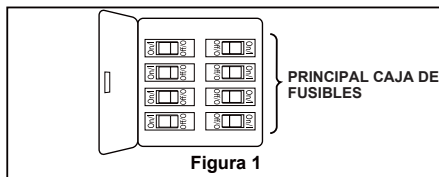

Figura 1
Uso de perfil bajo (Figura 1)
1. Extraiga la pieza de la bola colgante de la unidad de la bola colgante / varilla aflojando el tornillo de presión de la bola colgante hasta que la bola se libere de la varilla. Retire el pasador del barral y luego extraiga la semiesfera. Conserve el pasador y la semiesfera para su instalación en el Paso 6 (Figura 1).
Para evitar una posible descarga eléctrica, asegúrese de cortar la alimentación eléctrica de la caja de fusibles principal antes de colgar el ventilador. (Figura 1)
1. Para configurar el código de unidad del receptor. Deslice los interruptores de código a las mismas posiciones que en el transmisor. (Figura 1)